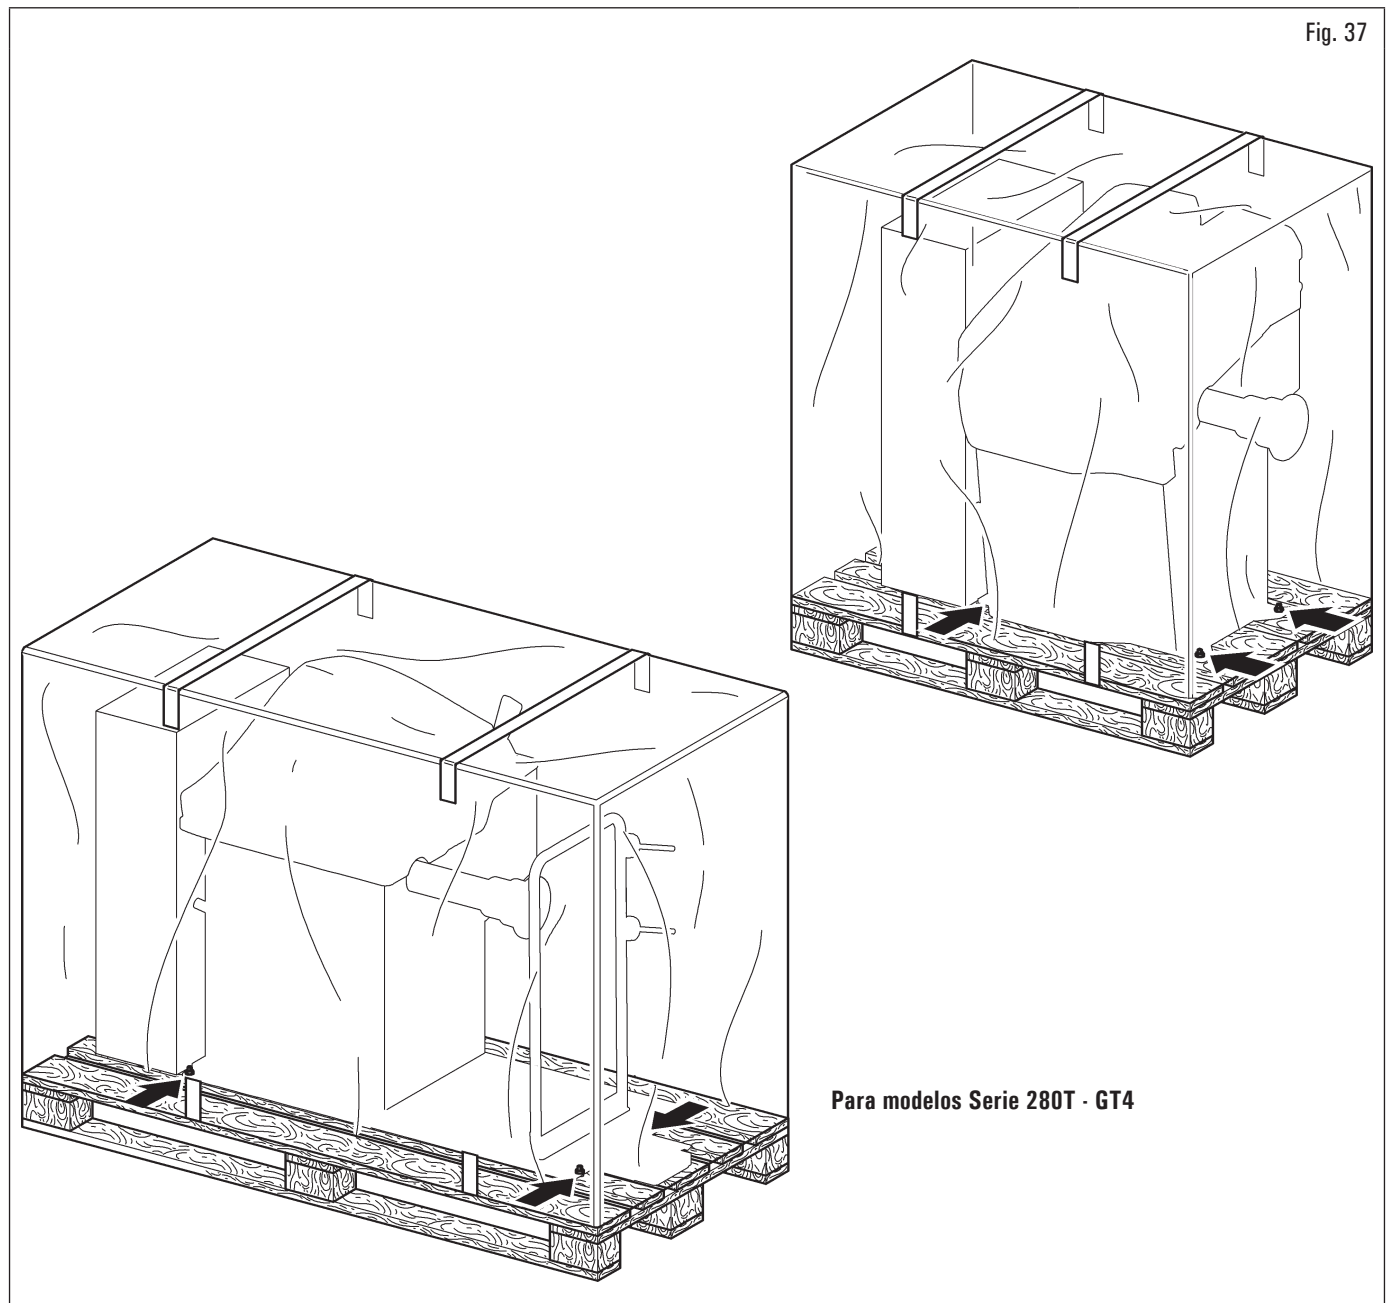

Fig. 37
- El equipo generalmente se envía parcialmente ensamblado como se muestra en Fig. 37.
- levantar con cuidado, utilizando medios adecuados para soportar la carga, en perfecto estado de funcionamiento, utilizando las señales adecuadas colocadas en el embalaje Fig. 37.